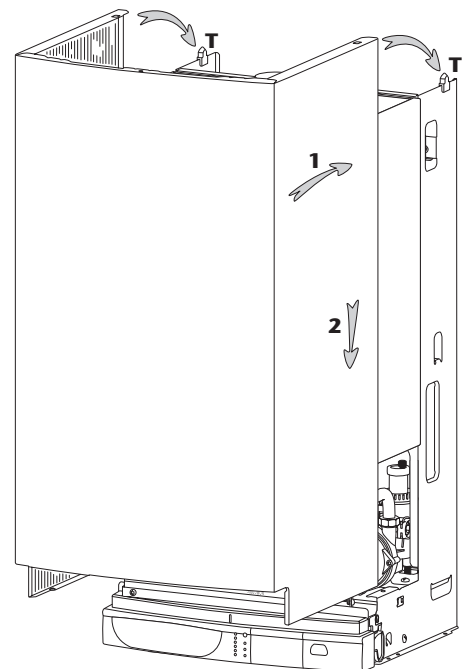

Abb. 21
- verkleidung vorhalten (Abb. 21)